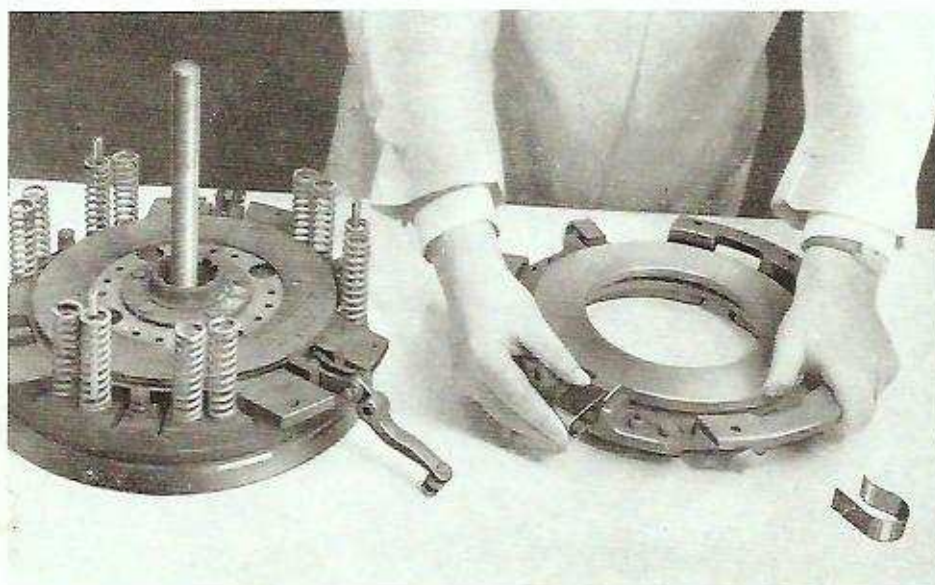

Fig. 3
Si la timonerie d'embrayage et la butée sont à démonter, ne pas omettre de garnir de graisse consistante les axes et douilles d'articulation, la cavité de fourchette d'embrayage, les doigts de cette fourchette et le chambrage intérieur du coulisseau de butée (11 fig. 3)
Vérifier la fixation des 2 tuyauteries d'huile à l'intérieur du carter d'embrayage (vis 27 fig. 3).
Pour faciliter ce recul, on peut éventuellement faire tourner l'arbre de prise de force après avoir engagé la gamme basse, la marche arrière et la prise de force proportionnelle et désaccouplé le manchon d'arbre d'embrayage retenu par la vis freinée (37, fig. 3), laquelle est accessible après avoir enlevé le couvercle supérieur du carter d'embrayage (grille de vitesses).
- Démonter les 2 écrous d'assemblage (33, fig. 3) à la partie supérieure du carter d'embrayage.
- Centrer la rondelle "Belleville" sur le couvercle de l'embrayage, poser le plateau de pression de prise de force et maintenir l'ensemble en utilisant les 3 pinces (Fig. 3).